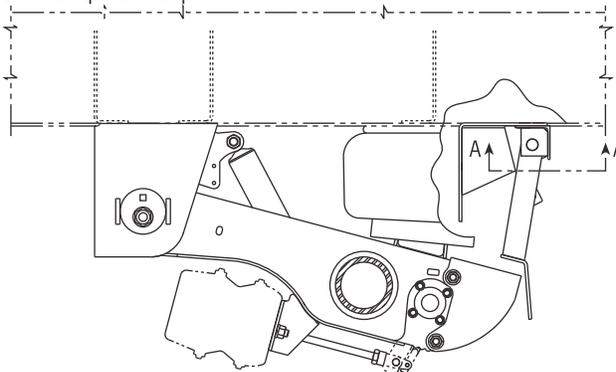

Figura 71. Detalles de soldadura del Kit SLKF
11. Remueva las abrazaderas temporales y termine de soldar el ensamble del SURELOK al patín inferior del cuadro deslizante con una soldadura de filete de ¼ pulg. (6mm) (figura 71). Adhiérase a los mismos parámetros de soldadura presentados en la página 63.